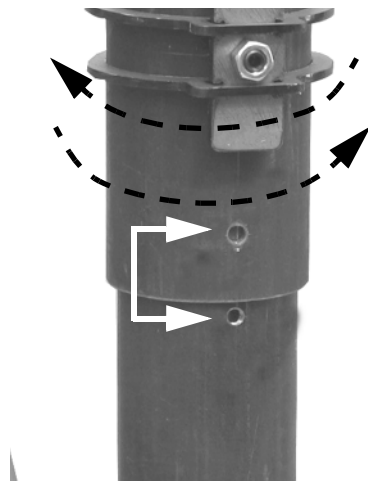
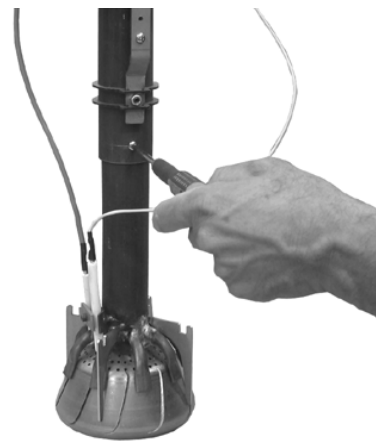

Fig. 14
Fig. 15
- 2 Bajar la parte final de la cabeza de combustión, moviendo la con una ligera rotación alternada hasta que los agujeros indicados coincidan (Fig. 14) y fijar el tornillo indicado en Fig. 15.